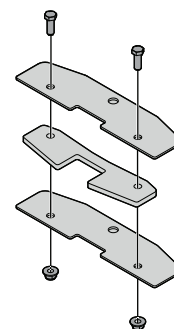

Figure 29
1. Mettez la plaquette centrale du dispositif entre les deux grandes plaques, comme illustré à la Figure 29. Enflez un boulon dans chacun des trous latéraux, et vissez un écrou sur chaque.